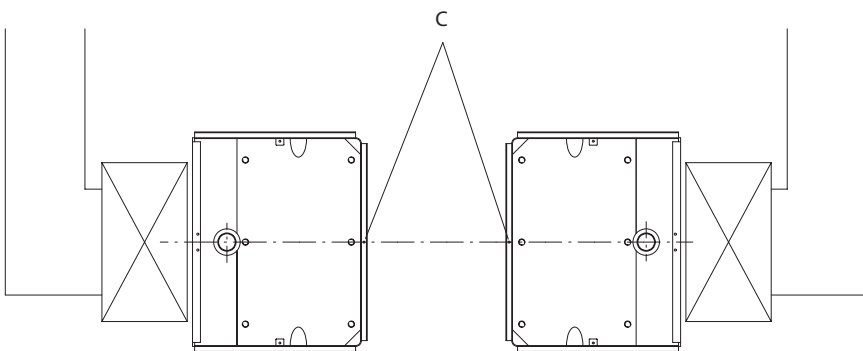

Fig. 13B
- Se la cassa di fondazione non fosse ortogonale all'anta è possibile effettuare una compensazione di 10° sia in senso orario che in senso antiorario, posizionando la staffa di supporto ed il fermo di arresto come indicato in fig.13b.